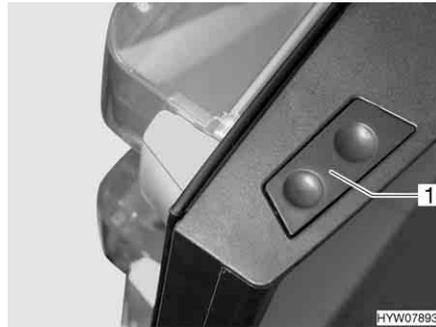

Bild 173 Entriegelungstaste der Kühlschrantür (Dometic 8er-Reihe)
- Die Entriegelungstaste (Bild 173,1) drücken und die Kühlschrantür öffnen.